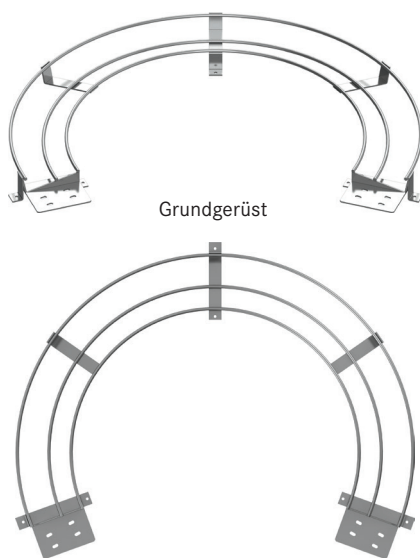

Abb. 2
- Grundgerüst (**Abb. 2**), übernimmt dieselbe Funktion wie ein Führungskanal bei linearen Bewegungen und führt den unteren Teil der Schleppkette.